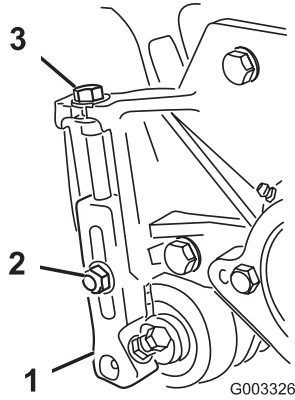

Bild 13
1. Lösen Sie die Sicherungsmuttern, mit denen die Schnitthöhenarme an den Seitenplatten des Mähwerks befestigt sind (Bild 13).